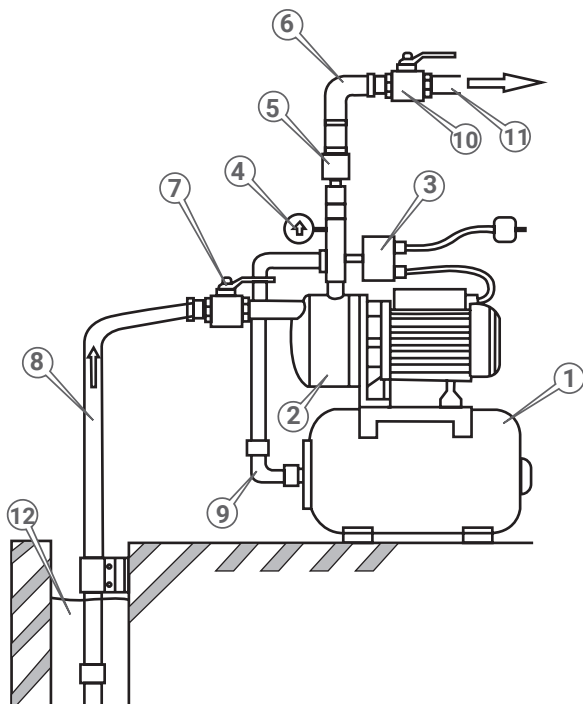

Рисунок 5. Схема монтажу гідроакумуляторів моделей «УТН 24», «УТН 50», «УТН 100» в систему водопостачання з поверхневим насосом.
3. Встановити на насос багатоканальний штуцер та під'єднати реле (3, рис. 5) і манометр (4, рис. 5).
4. Суцільний фланець із штуцером (3, рис. 1) гідроакумулятора з'єднати з напірною трубою (9, рис. 5) штуцера насоса.
5. Під'єднати насос до джерела водопостачання за допомогою вхідного патрубка насоса (8, рис. 5), а вихідний патрубок насоса (6, рис.5) до системи водопостачання (11, рис. 5).